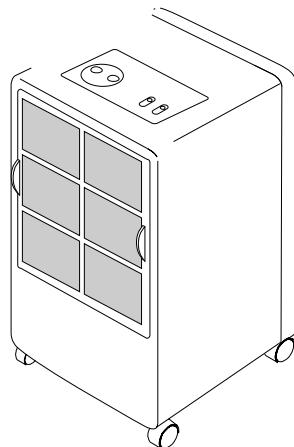

Fig. 4
- Verwijder de luchtfILTER de filter gelijkertijd naar beneden en naar stijgend te trekken (fig. 4).